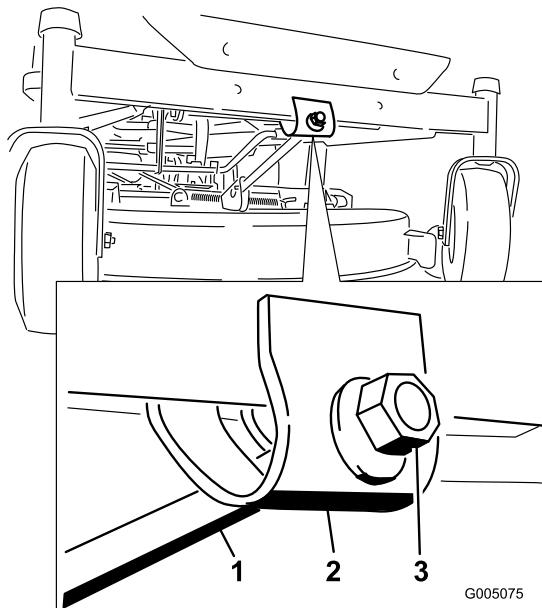

Figura 41
- Para ajustar la inclinación longitudinal, gire la tuerca de ajuste de la parte delantera del cortacésped (Figura 41).